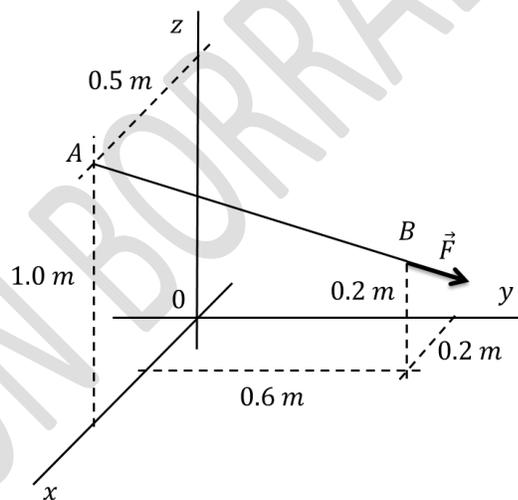

Fig. 1.1.
1.2.- Determinar la representación vectorial de la fuerza de módulo 100 (N) aplicada en el punto B de la Fig. 1.1.